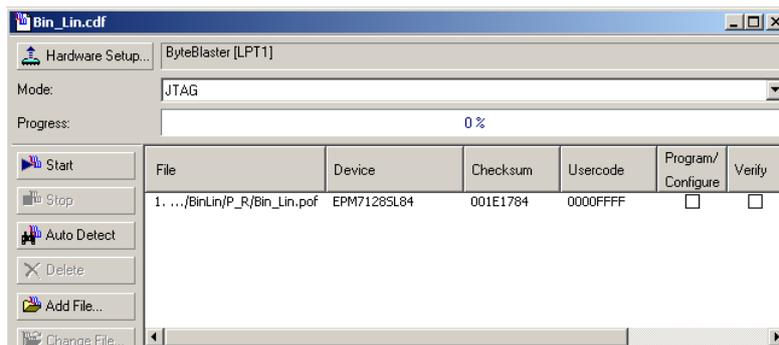

FIGURE 6.5 – Fenêtre de programmation
Pour lancer le programmeur, aller dans les menus *Quartus II* ▷ *Programmer*. La fenêtre de programmation apparaît (cf. figure 6.5).
- Cochez les cases *Program/configure* et *verify* (cf. figure 6.5).